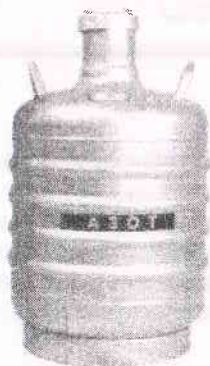

Рисунок 5 Транспортный сосуд Дьюара СК-16
7.7 Заправка сосуда для криоагента аппарата криохирургического «Криотон-3» жидким азотом осуществляется из стандартного транспортного сосуда Дьюара модели СК-16 производства Коростеньского завода химического машиностроения (Житомирская обл.) объемом 17,5 л (рис. 5) (в комплект поставки не входит). Время полной заправки аппарата – 2-4 мин.